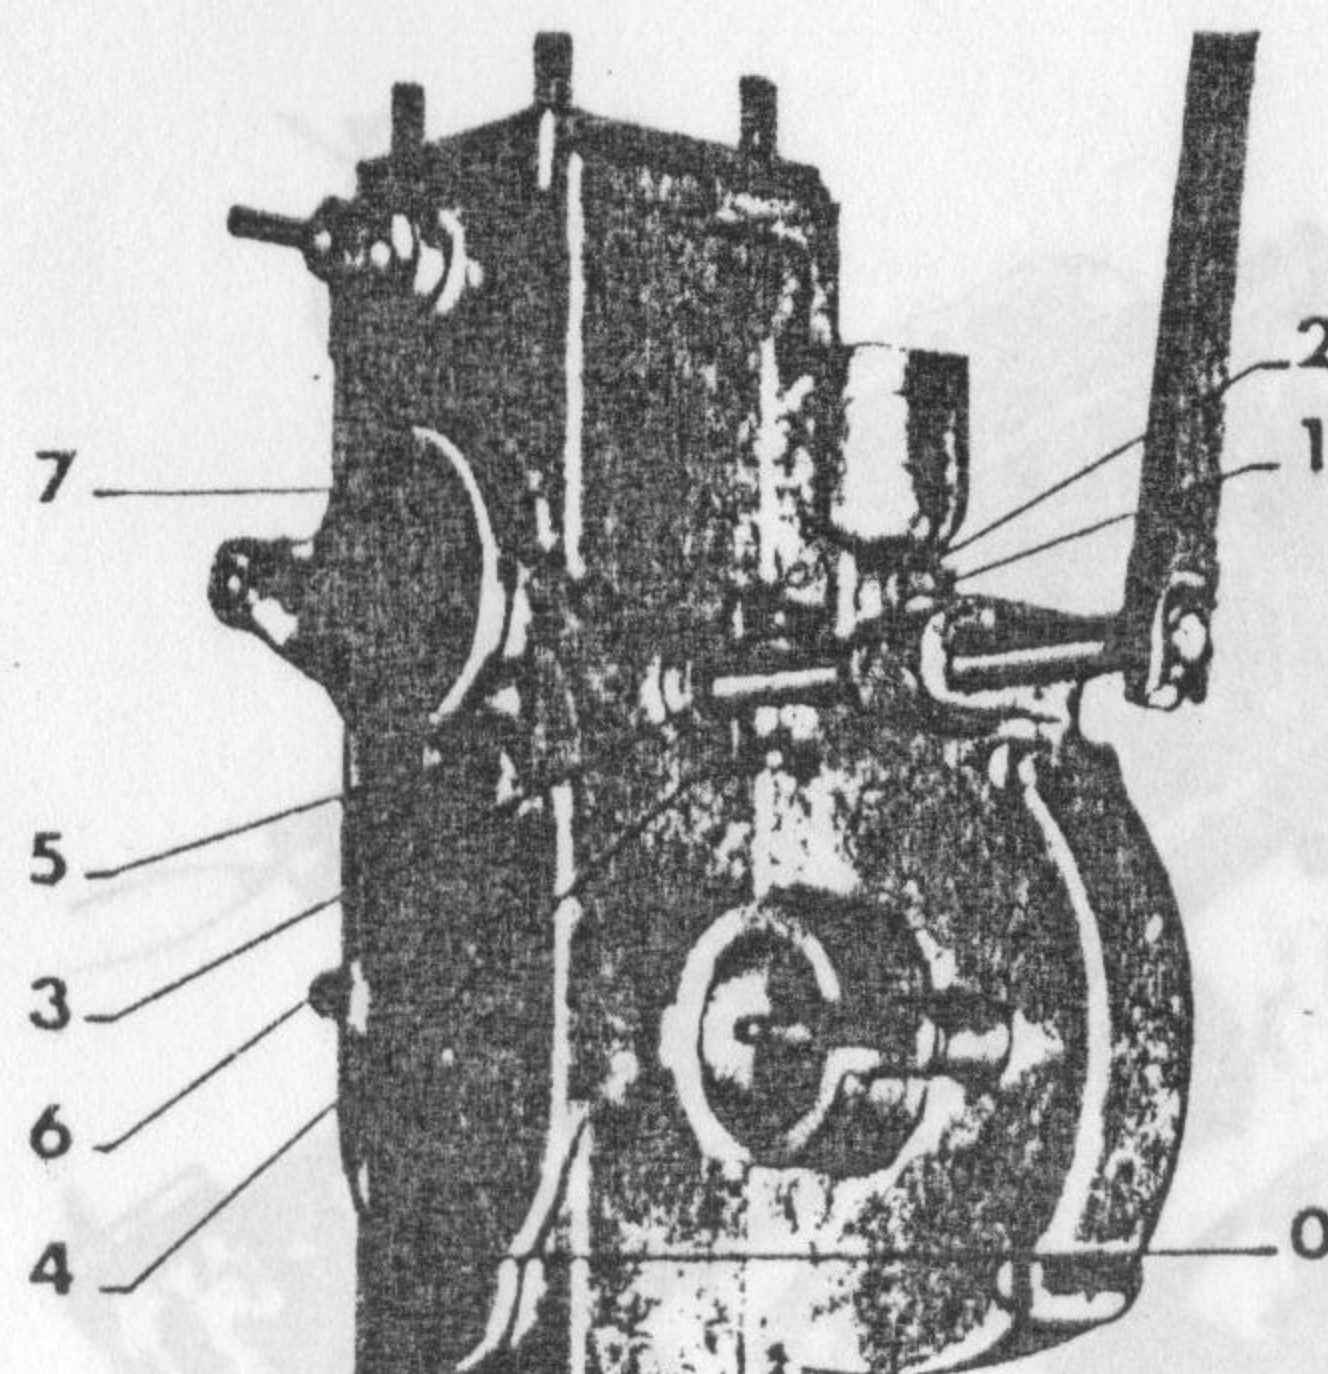

Fig. B 8
3.3.2. Démontage (voir fig. B 8)
3.3.2. Dismantling (See fig. B 8)